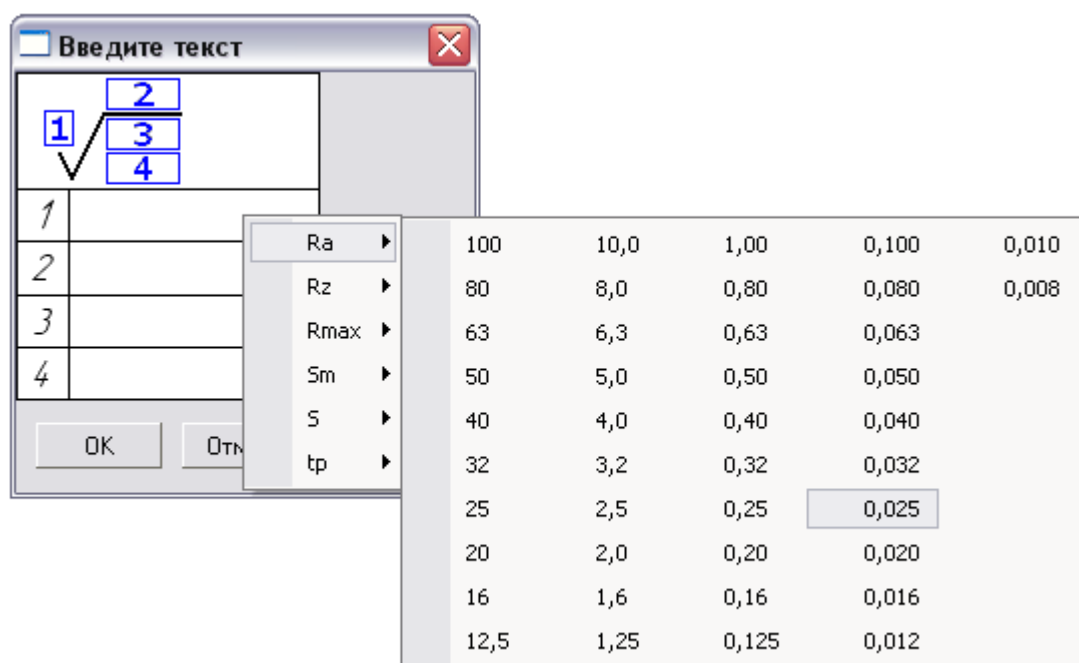

Рисунок 12.3 Выбор значения шероховатости
3.3 Выберите в меню значение 0,025 (рисунок 12.3).